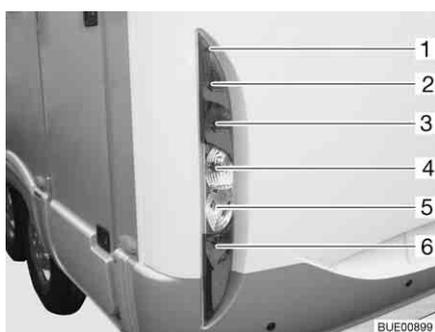

Fig. 272 Luci posteriori
- Svitare le viti degli involucri (Fig. 272,1).